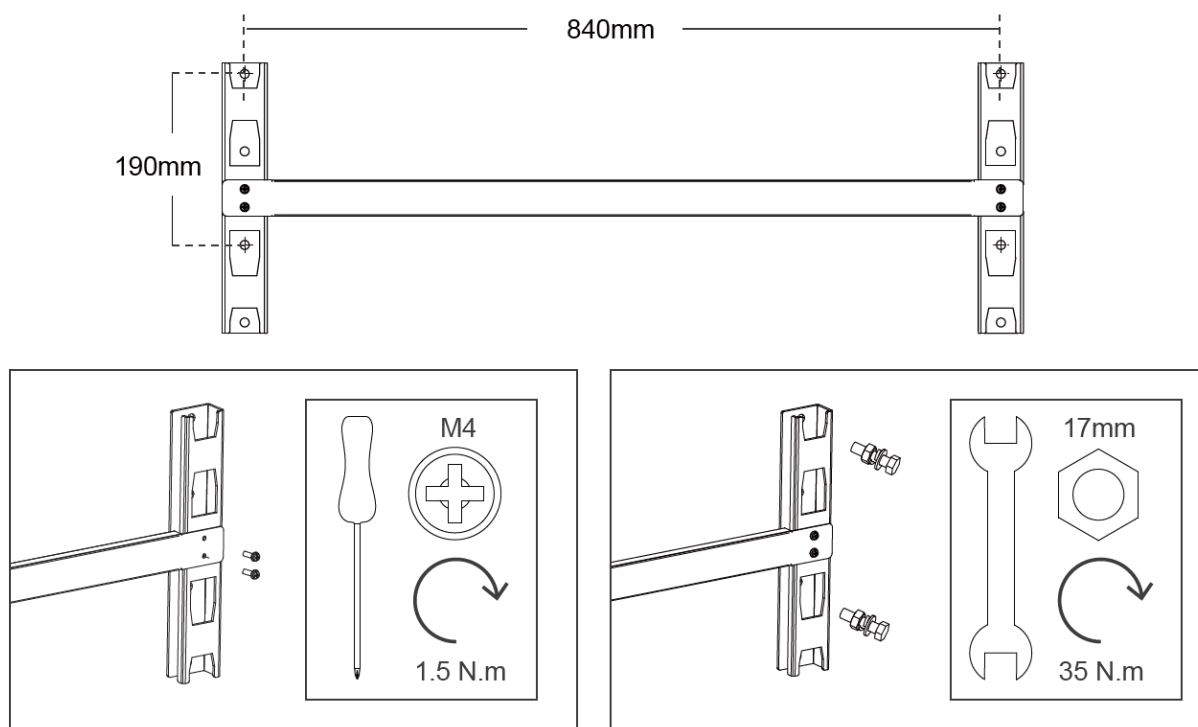

Figura 10- Suporte de Fixação do Inversor
Passo 1: Escolha uma parede firme e que agüente o peso do inversor mencionado na ficha técnica e a seguir realize os 3 furos na parede conforme a figura 10: